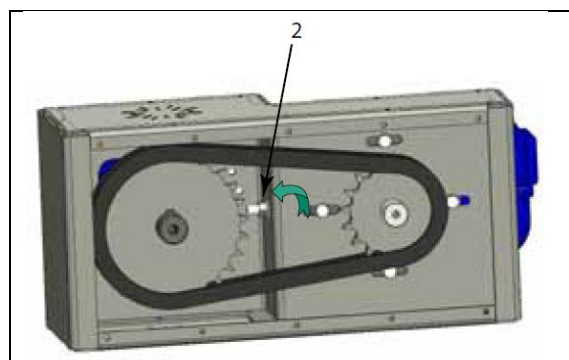

Рис. 3
- ослабьте крепежный болт (2) кронштейнов осевой регулировки механизма (рис. 3)